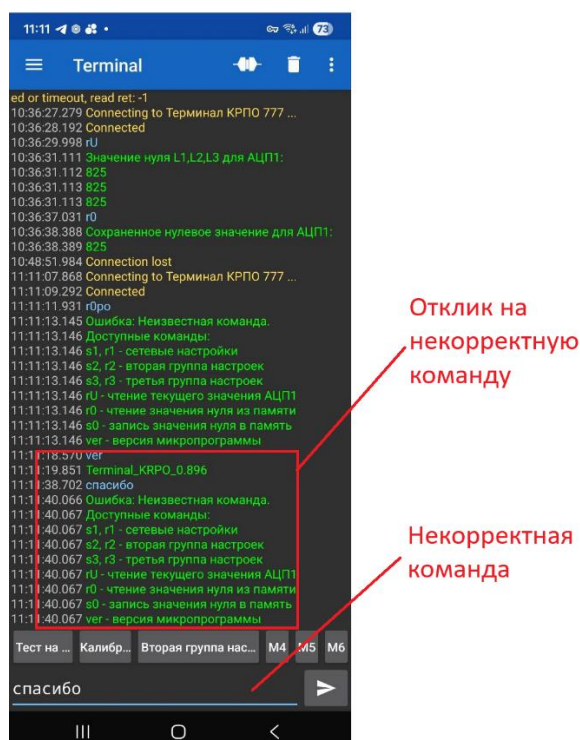

Рисунок 8 – Отклик на некорректную команду
3.1.6 При вводе ошибочной или неизвестной команды, терминал отобразит уведомление и предложит список доступных команд (рисунок 8).